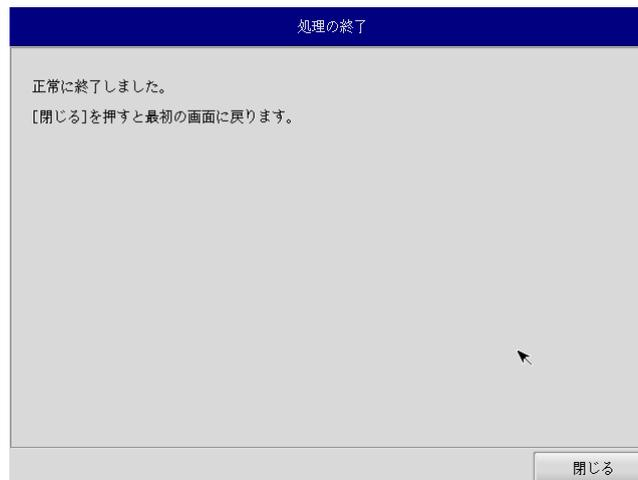

図 7-4-6. 終了画面
- ⑧ 終了画面（図 7-4-6）が表示されるとシステム復旧作業は完了です。電源を落として DVD ドライブ、保存メディアを外します。